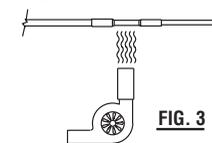

FIG. 3
6. Luego de probar la instalación, use una pistola de aire caliente\*\* y aplique calor directamente a todos los conectores que sellan por calor que haya usado, empezando desde el centro y desplazándose hacia los extremos. Aplique calor a los conectores hasta que el tubo se encoja y el adhesivo fluya. Permita que los empalmes se enfríen antes de revisarlos y probar su firmeza. Vea la Fig.3.